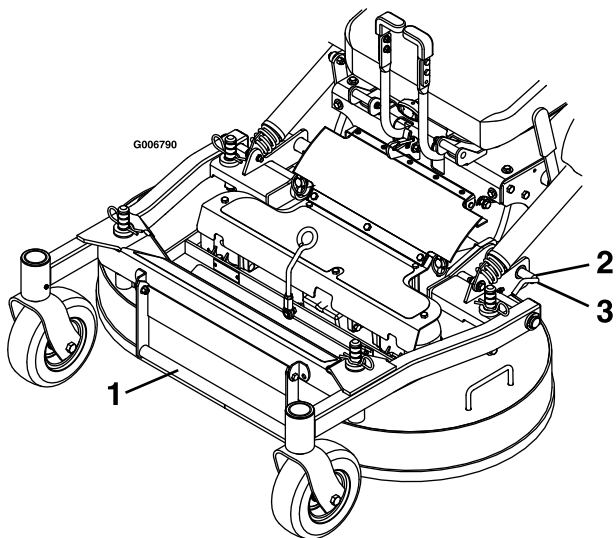

Figure 11
5. Dégagez les goupilles de verrouillage de chaque côté du plateau de coupe (Figure 11).
4. Enfoncez les goupilles de verrouillage du plateau vers l'intérieur et tournez-les vers l'avant pour verrouiller solidement le plateau en position abaissée (Figure 11).